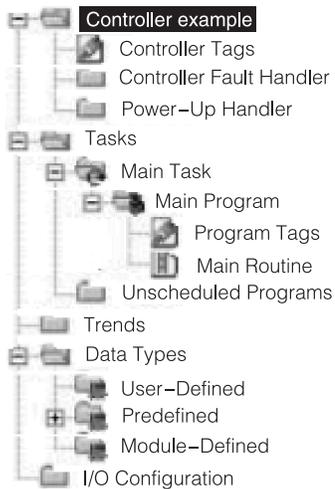

图 1.102 一维数组标记
(2) 创建自定义数据类型。创建一个自定义数据类型，如图 1.102 所示。